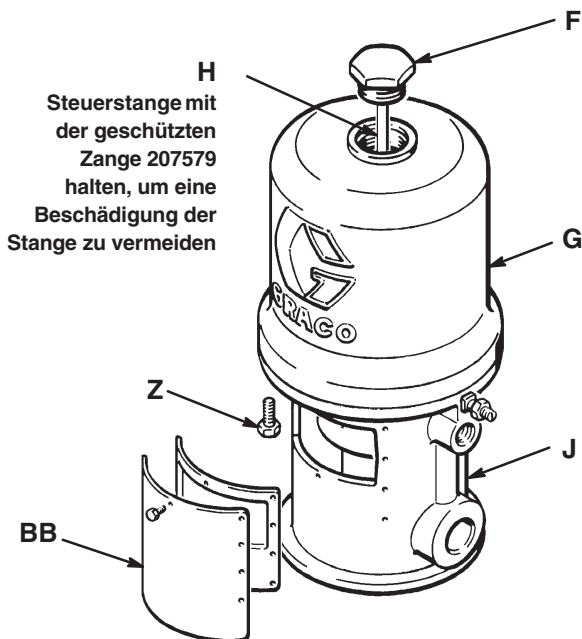

Abb. 2
3. Mit der Hand die Kolbenstange nach oben drücken, um den Kolbensatz zum oberen Umschaltpunkt zu bringen. Die Zylinder-Hutmutter (F) vom Zylinder (G) abschrauben. An der Hutmutter hochziehen. Die Steuerstange (H) mit der geschützten Zange 207579 ergreifen und die Hutmutter von der Stange abschrauben. Siehe Abb. 2.
4. Die acht Schrauben (Z) entfernen, mit denen der Zylinder (G) am Gehäuse (J) befestigt ist. Den Zylinder vorsichtig *gerade* vom Kolben abziehen. Siehe Abb. 2.